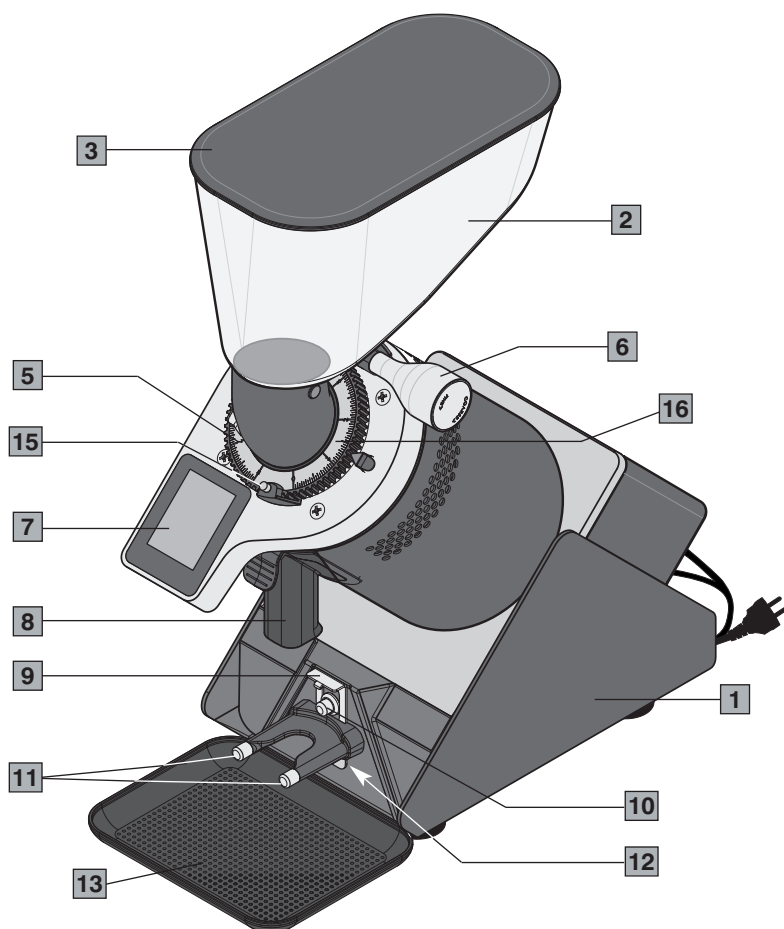
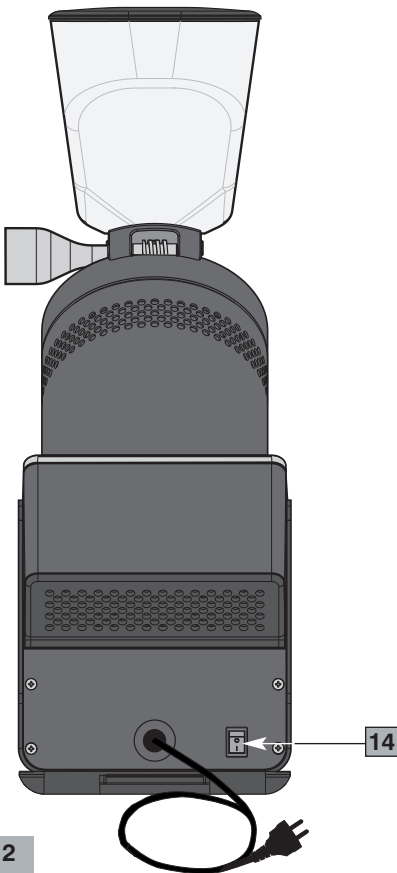
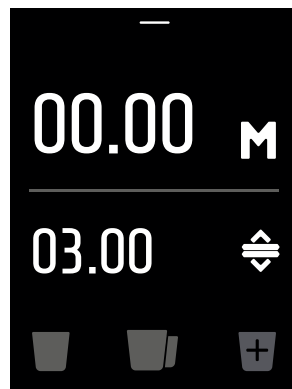
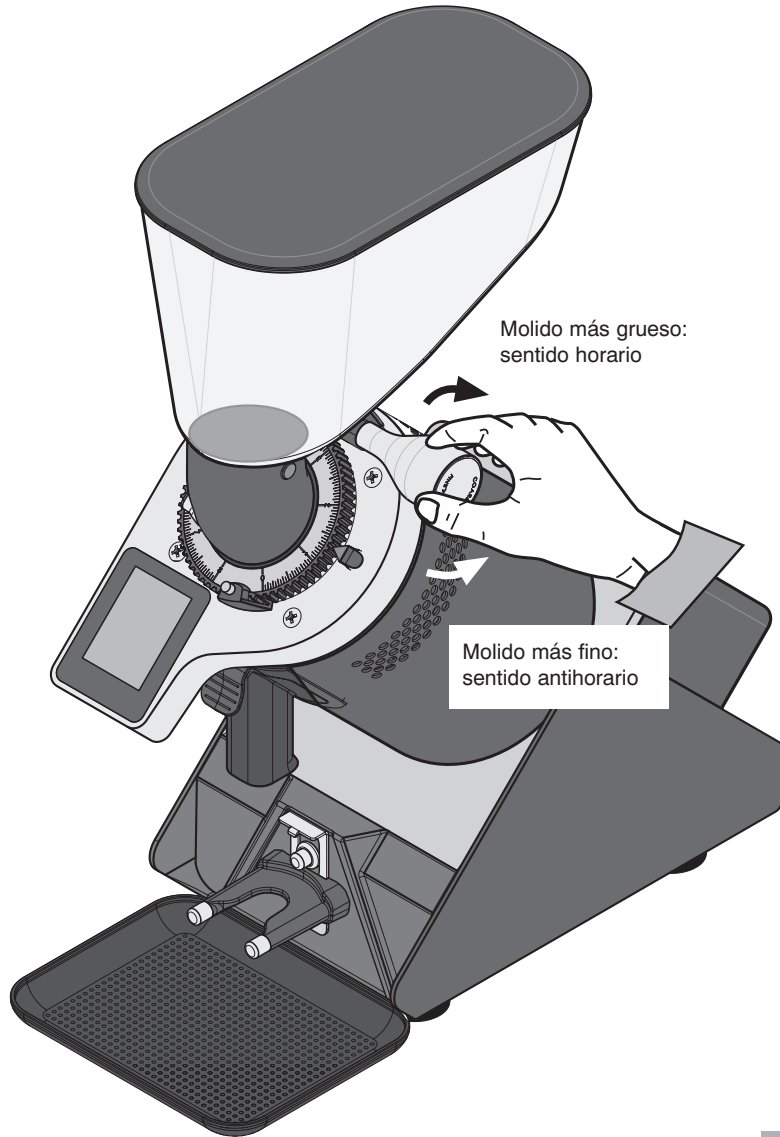

Fig. 1
Fig. 2
Fig. 5c
Fig. 6
Der Motor ist blockiert.	<ul style="list-style-type: none"><li>• Wenn sich aufgrund einer falschen Mahleinstellung bzw. bei Anwesenheit eines Fremdkörpers in den Mahlscheiben der Motor blockieren sollte, muss die Korngröße bis aufs Maximum erweitert werden, indem der entsprechende Knopf (6 Abb. 1) im Uhrzeigersinn betätigt wird. Andernfalls muss das Gerät ausgeschaltet, der Stecker von der Steckdose entfernt und ein technisch ausgebildetes Personal zu Rate gezogen werden.</li></ul>
### Componentes principales (Fig. 1, Fig. 2, Fig. 3, Fig. 4)
| 5 | Anillo regulación del molido       | 14 | Interruptor ON-OFF (I-O) (Fig. 2) |
| 7 | Panel de control (Fig. 1 y Fig. 4) | 16 | Disco indicador de granulometría  |
Antes de conectar el enchufe a la toma de corriente, controlar que el interruptor ON-OFF (14 Fig. 2) esté en posición "O" de apagado.
- 2 Colocar el interruptor ON-OFF (14 Fig. 2) en la posición "I". El panel (7 Fig. 1) se ilumina (véase Fig. 4).
- 4 Presionar con la copa porta-filtro (colocándolo sobre el apoyo copa porta-filtro (11 Fig. 1) debajo del soporte (9 Fig. 1) previamente regulado según el modelo de la copa porta-filtro utilizada) el pulsador de erogación Start (10, Fig. 1). Mantener la copa porta-filtro en su posición hasta que se complete la erogación.
- 4 Presionar el pulsador Start (10, Fig. 1) con la copa porta-filtro y mantenerlo presionado durante el tiempo deseado que se muestra en la pantalla. La barra de progreso de la dosis parpadea (véase Fig. 5c). Una vez que se suelta el pulsador Start, comienza el SweepOut (si está activo). La pantalla muestra el tiempo restante para el SweepOut con la barra de progreso parpadeando.
Para ajustar el grado de molido girar la perilla de regulación del molido (6 Fig. 1) colocada en la base de la tolva (véase Fig. 6).
### Posición del disco indicador de granulometría (16, Fig. 1)
Después de regular el grado de molido deseado, si desea establecerlo como valor cero (o como cualquier otro valor en el disco indicador), simplemente retire el bloqueo disco (15, Fig.1), girar el disco indicador hasta la posición deseada y bloquearlo de nuevo.